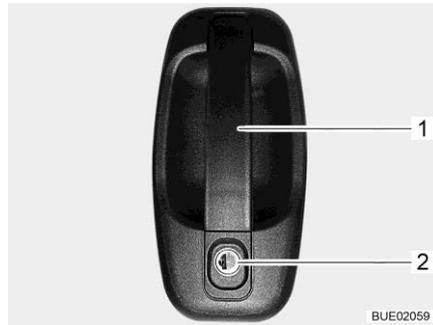

Fig. 66 Cerradura de la puerta (puerta del conductor exterior)
- Introducir la llave en el cilindro de cierre (Fig. 66,2) y girarla hasta que esté desbloqueada la cerradura de la puerta.
- Tirar del tirador de la puerta (Fig. 66,1). La puerta está abierta.
- Introducir la llave en el cilindro de cierre (Fig. 66,2) y girarla hasta que esté bloqueada la cerradura de la puerta.